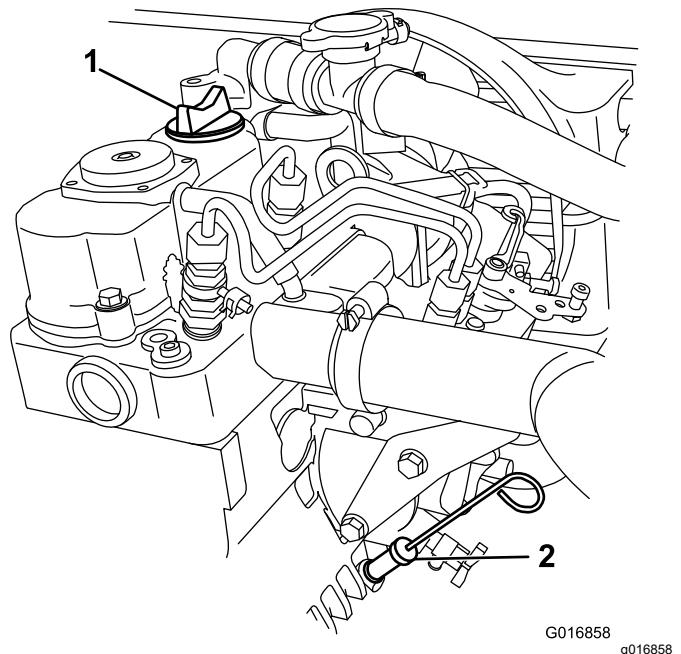

Figure 30
7. Insérez la jauge tout au fond du tube (Figure 30).
9. Réinsérez la jauge d'huile au fond du tube de remplissage (Figure 30).
5. Avec un chiffon, nettoyez la surface autour de la jauge d'huile (Figure 30) pour éviter de faire tomber des impuretés dans le tube de la jauge ou le goulot de remplissage et d'endommager le moteur.